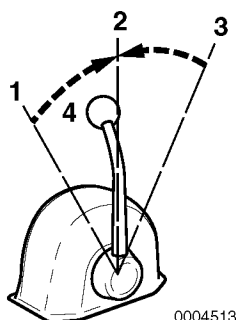

Figure 2
Usare la leva dell'acceleratore (Figure 2, (4)) per accelerare e decelerare. Muovere la leva lentamente.
2. Quando si sposta la leva da AVANTI (Figure 2, (1 o 3)) a INDIETRO (Figure 2, (3 o 1)), portare la frizione su FOLLE (Figure 2, (2)) e attendere prima di passare gradualmente alla posizione desiderata. Non cambiare MAI di colpo da AVANTI a INDIETRO o viceversa.